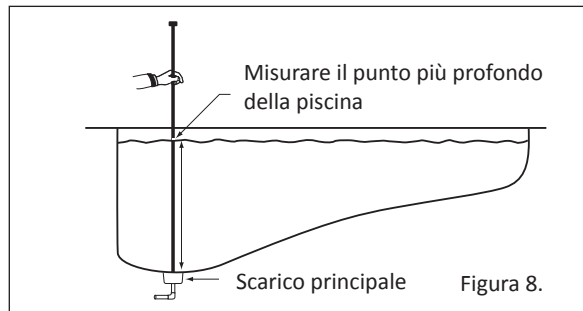

Figura 8.
1. Misurare il punto più profondo della piscina. **Vedere figura 8.**